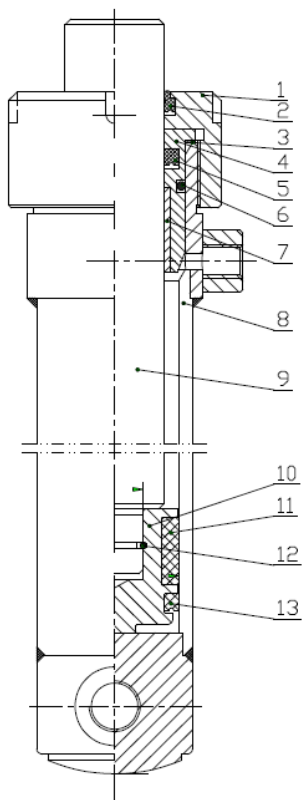

Рис. 10-9 Цилиндр подъёма (левый цилиндр)
- 2) Для погрузчиков грузоподъёмностью менее 2,5 т (см. рис. 10-9, 10-10).